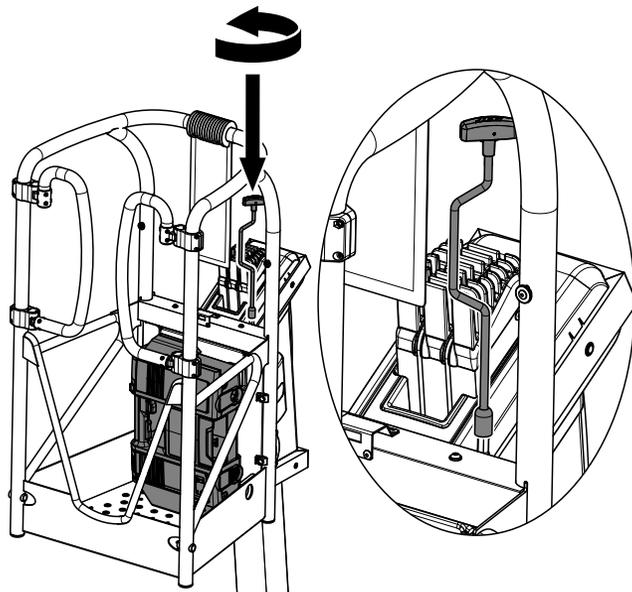

Figura 4-1. Uso de la manivela de bajada manual desde el interior de la plataforma
1. Quitar el taladro inalámbrico y ponerlo dentro de la plataforma. Si está instalado el generador opcional, quitarlo y ponerlo de costado contra el panel trasero en la plataforma (ver la Figura 4-1.).